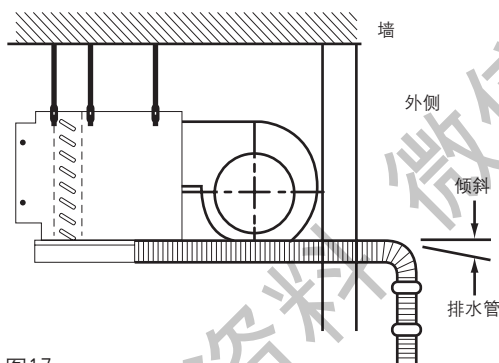

图17
3. 为了系统排水容易，排水管要向下倾斜，有一个至少 1:50 的斜度以防止漏水。图 17 所示为机组安装在天花板上时的情况。